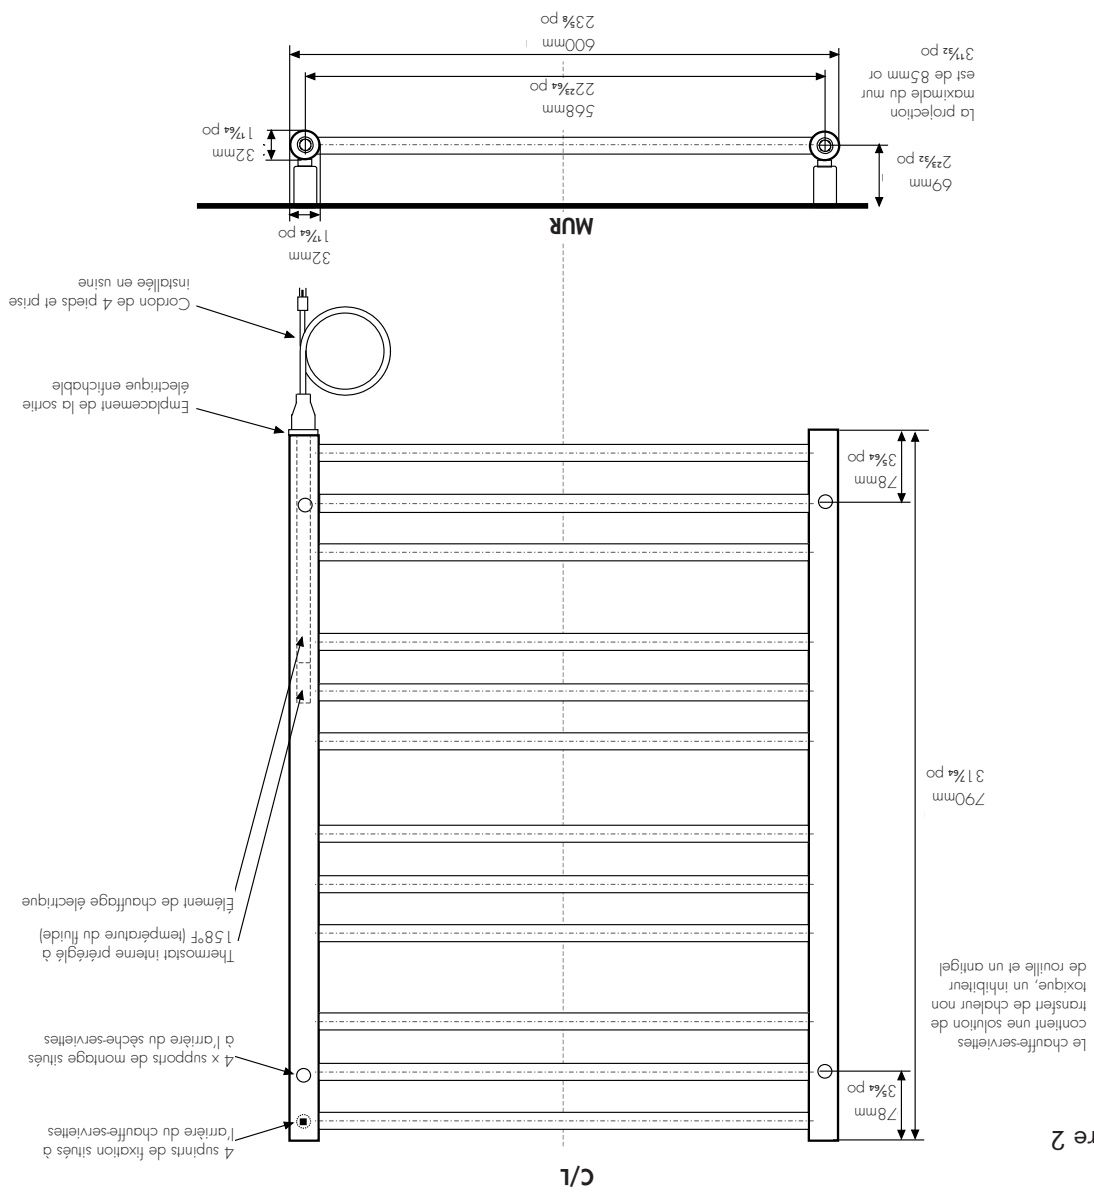

Figure 2
1. Une prise de 110 V située à moins de 18 po de l'emplacement de sortie de la prise électrique sur le sèche-serviettes (voir fig. 2), et non au-dessus de l'emplacement de la sortie de la prise électrique.
2. Des montants muraux ou un support en contreplaqué sont requis dans le mur à tous les emplacements des supports. Voir la figure 2 pour les emplacements des supports.